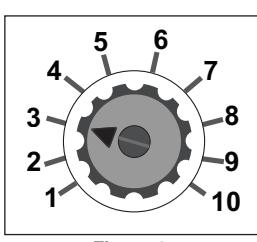

Figura 4:
- Ajuste el dial de tiempo de funcionamiento mediante la guía de configuración de calibrado y marcado de la bomba. Vea la Figura 4.